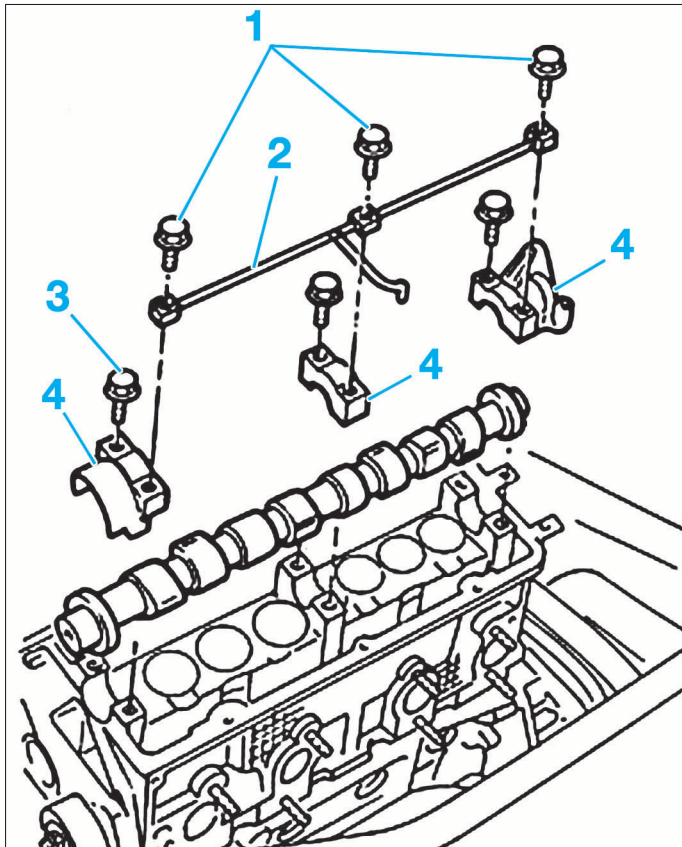

FIG. 24
- Déposer les vis de fixation (1) (Fig.24), puis extraire le tuyau (2).
- Déposer les vis (3) puis extraire les chapeaux (4).